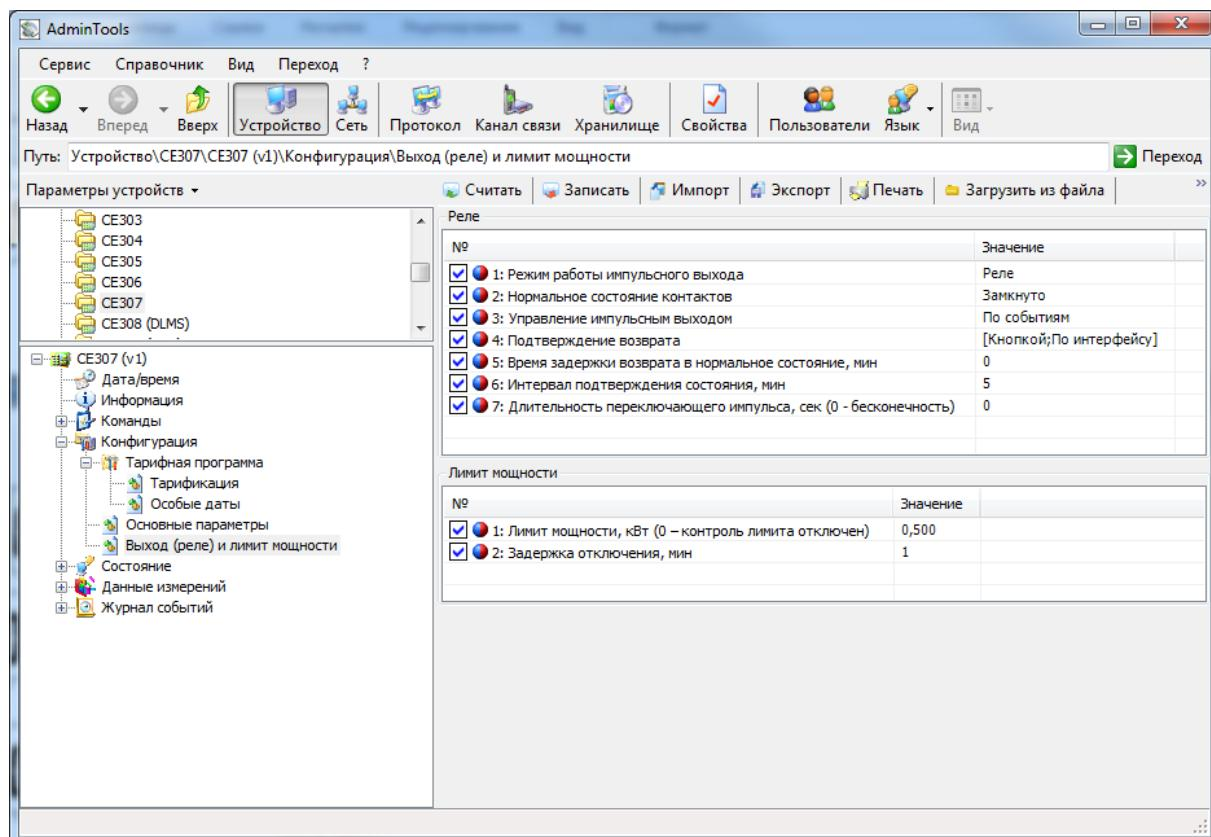

Рисунок 44 – Настройки реле и лимита мощности
5.4.7.2 Для реле реализован следующий набор настроек (см. Рисунок 44):